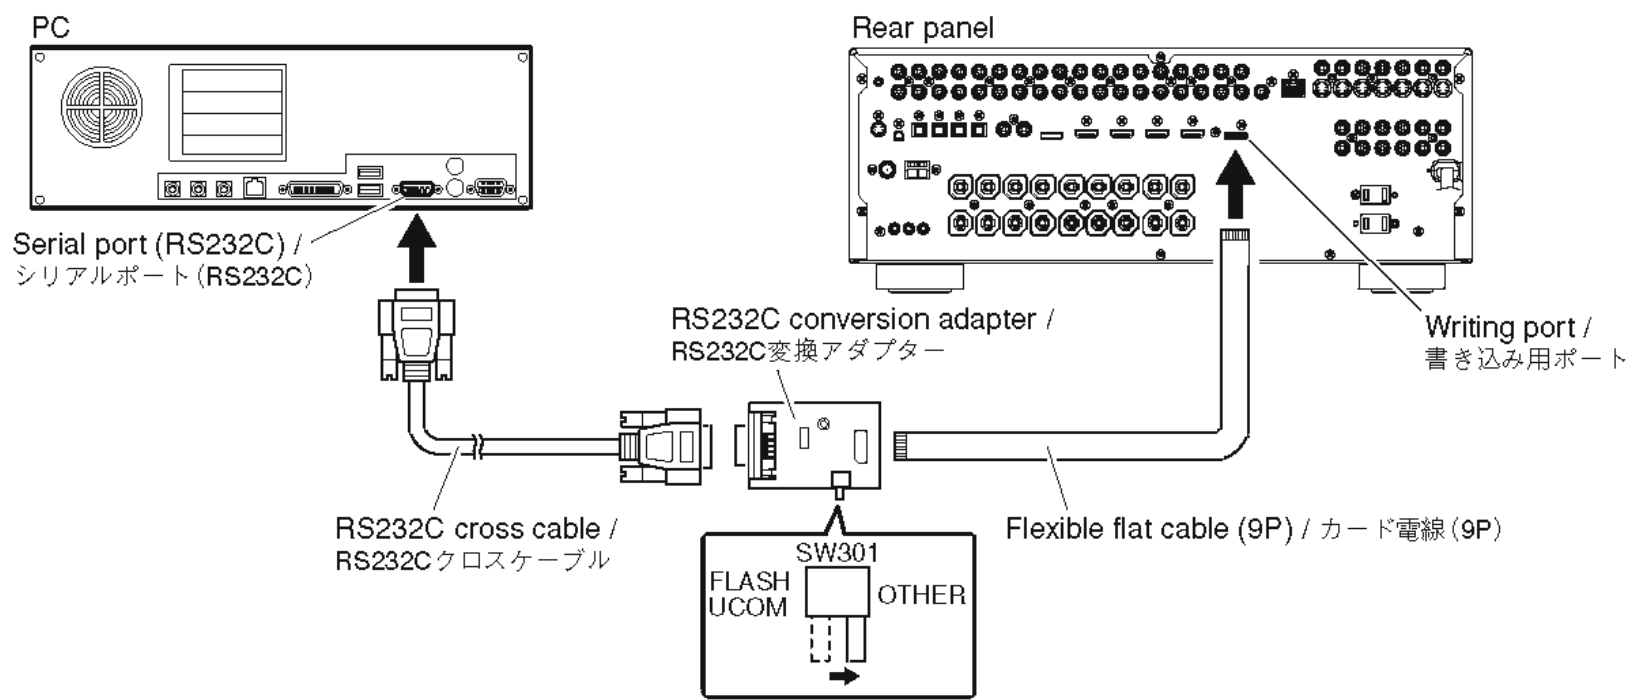

Fig. 1
2. Set the switch (SW301) of RS232C conversion adapter to the "OTHER" side. (Fig. 1)
3. Connect the writing port of this unit to the serial port (RS232C) of the PC with RS232C cross cable, RS232C conversion adapter and flexible flat cable as shown below. (Fig. 1)
2. RS232C変換アダプターのスイッチ(SW301)を“OTHER”側に設定します。(Fig. 1)
3. 本機の書き込み用ポートとPCのシリアルポート(RS232C)を下記のように接続します。(Fig. 1)